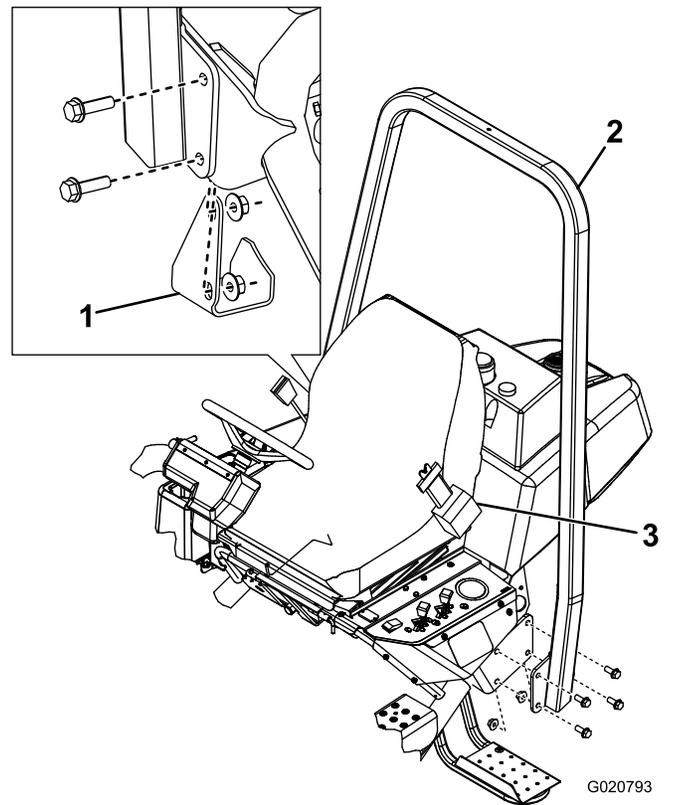

Figure 6
- Abaissez le cadre ROPS (Figure 6) sur les supports de montage, en alignant les trous de fixation.